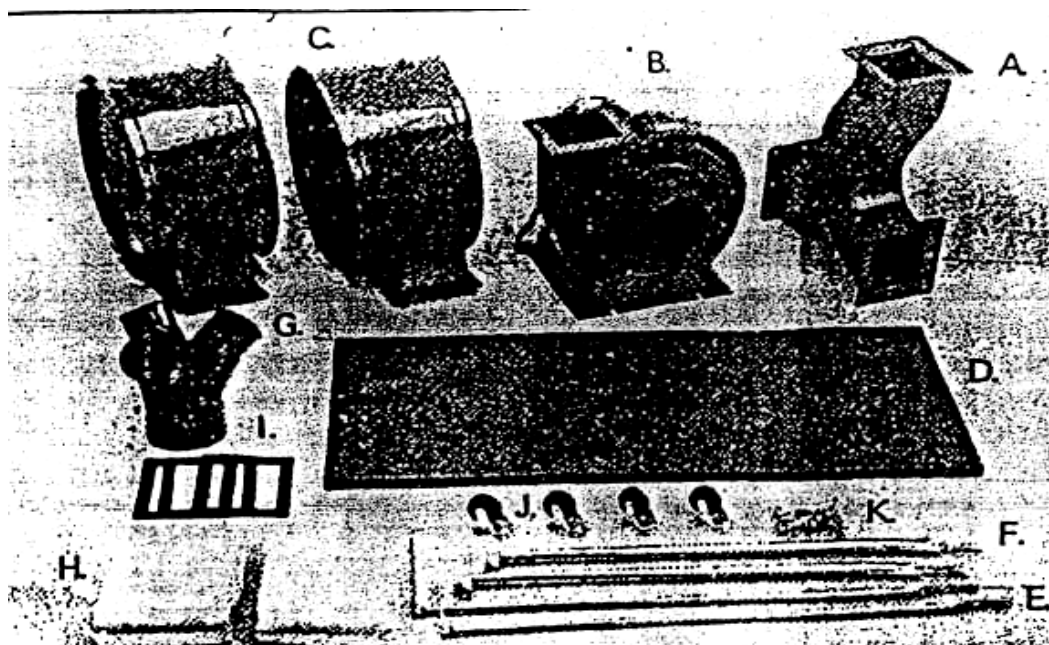

Рис.4
4.2.2. Сборные элементы одного из агрегатов представлены на рис. 4, а перечень элементов приведен в таблице 3.